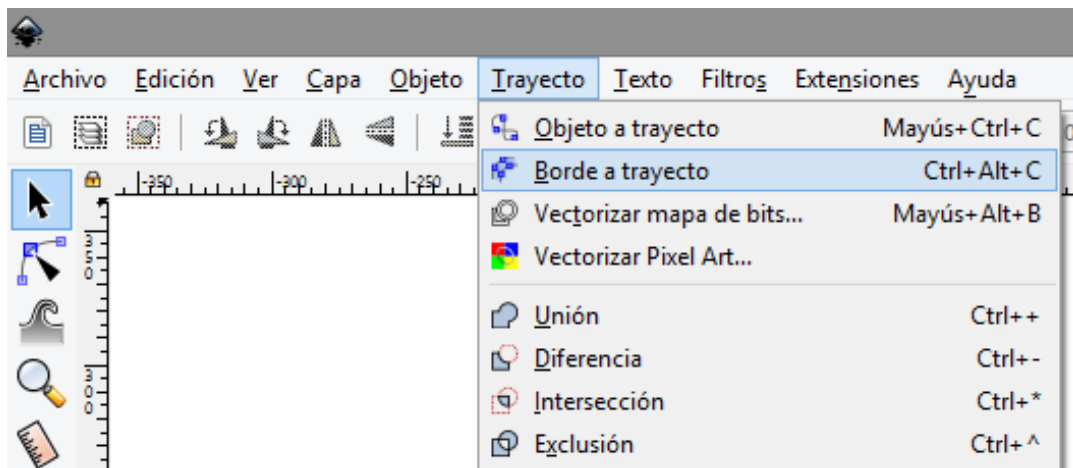

Figura 6.8. Borde a trayecto
7. Del Menú principal, seleccione Trayecto y después Borde a trayecto, figura 6.8.